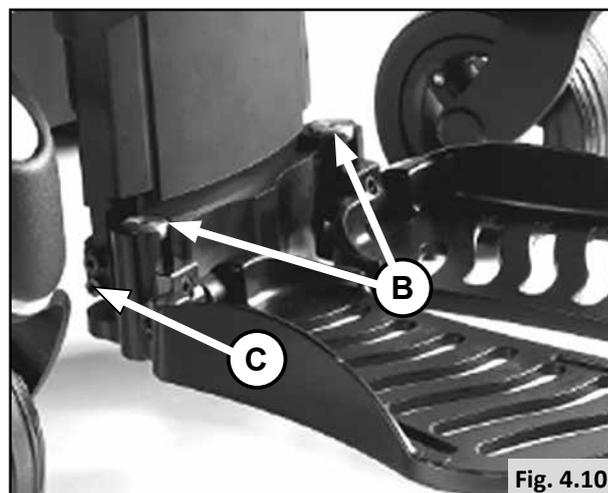

Fig. 4.10
4.4.1 Preimpostazione della lunghezza delle pedane (Fig. 4.10):
- Allentare ed estrarre i bulloni (2 bulloni inferiori) da entrambi i lati degli appoggiapiedi. (C).
- Serrare i bulloni (2 bulloni inferiori). (C).
- Allentare i quattro bulloni (A).
- Per regolare l'altezza degli appoggiapiedi ruotare la vite "B" (Fig. 4.10).
- Serrare i 4 dadi (A).